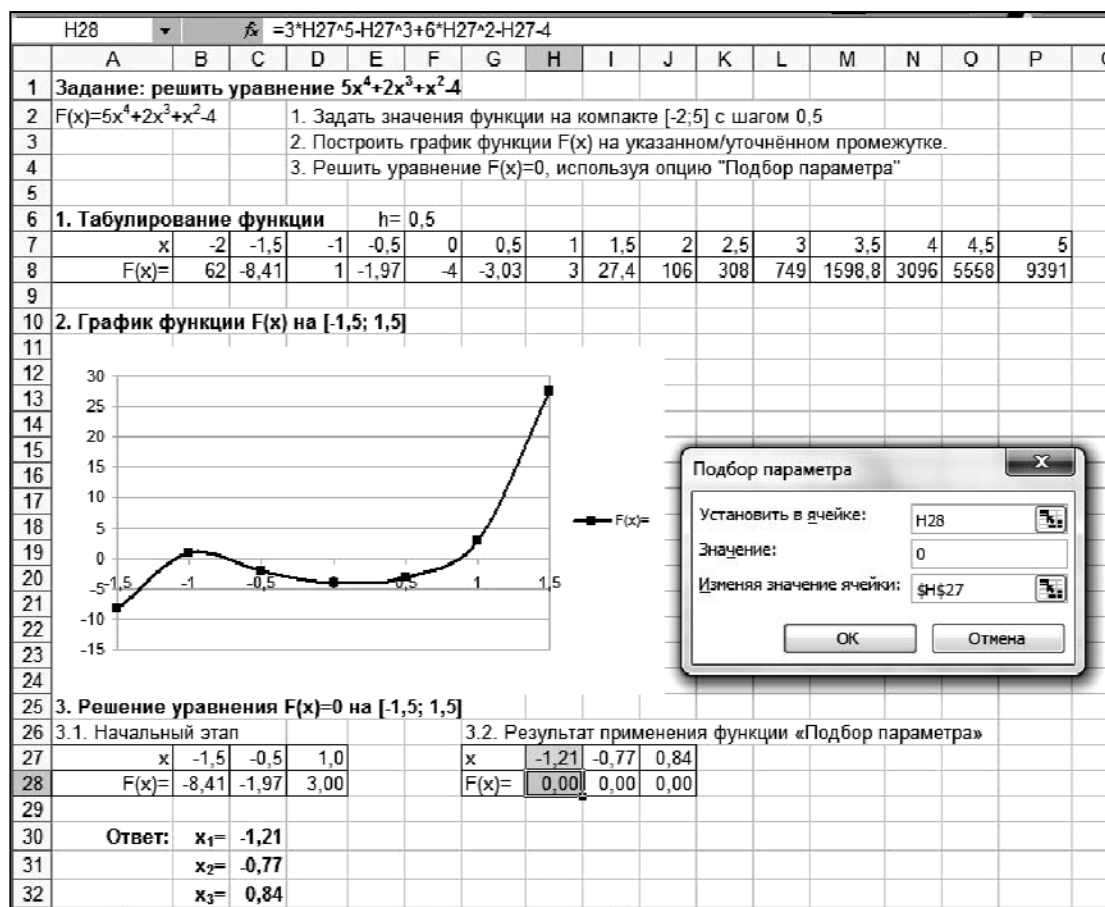

Рис. 8. Решение уравнения  $f(x) = 0$  на отрезке  $[a; b]$  с использованием инструмента «Подбор параметра»
– используя инструмент «Подбор параметра», найдите корни уравнения (рис. 8).